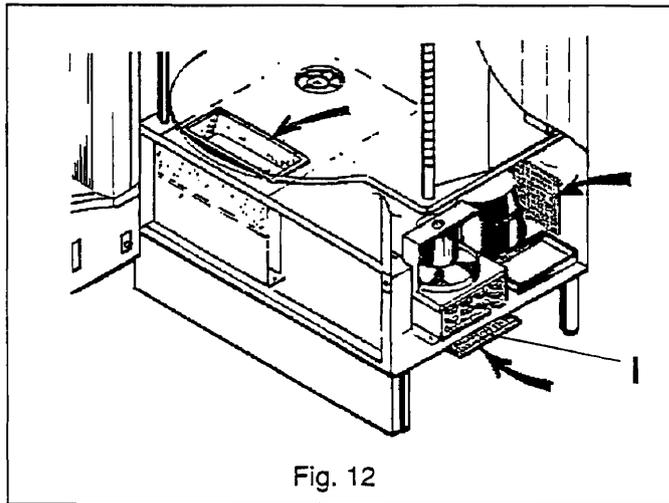

Fig. 12
2. Saugfilter I, Abb. 12, unter dem Automaten entfernen, reinigen und wieder einsetzen. Falls erforderlich, auch den Kondensator reinigen. Spannungsversorgung wieder anschließen. Ist der Automat in staubigen Umgebungen aufgestellt, kann häufigeres Reinigen erforderlich sein.